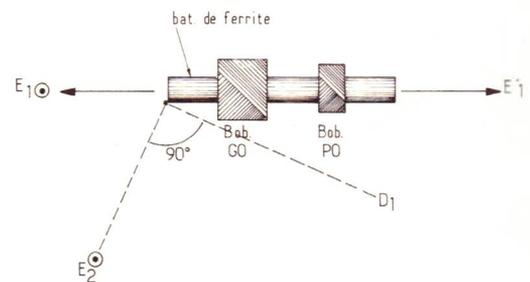

Figure 11
A la **figure 11**, on montre l'aspect d'un cadre réalisé en faibles dimensions, avec un bâtonnet de ferrite sur lequel on a enfilé les bobines d'accord PO et GO, généralement en nid d'abeilles.
2. montage des électrochimiques qui ont un point + et un point —, indiqués sur les **figures 11, 13 et 14**. Des tensions de service de 10 % ou même 15 % supérieures à celles indiquées sont admissibles mais pas plus.